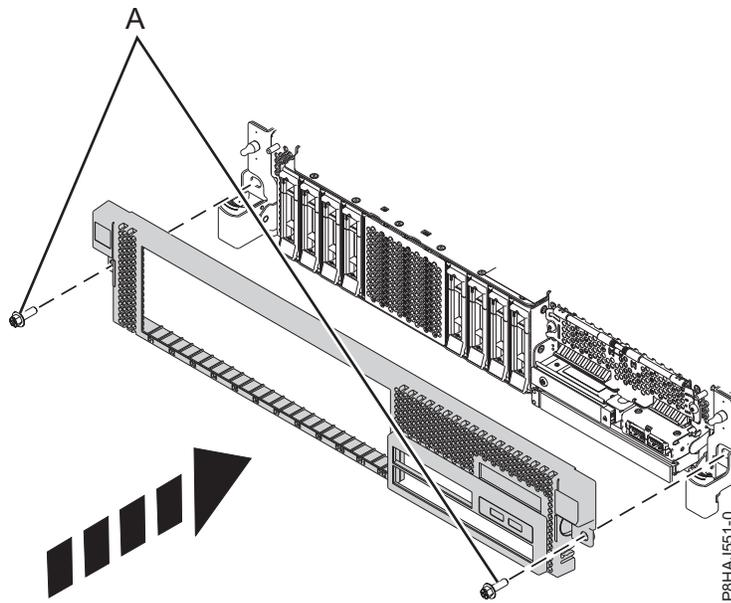

Abbildung 80. Vordere Abdeckung installieren
3. Verriegeln Sie die Entriegelungshebel in die in Abb. 80 auf Seite 111 dargestellte Richtung. Die Abdeckung schnappt ein und weist eine Vertiefung auf, an der Sie sie leichter festhalten können.
4. Bringen Sie die Transportschrauben (A) wieder an.